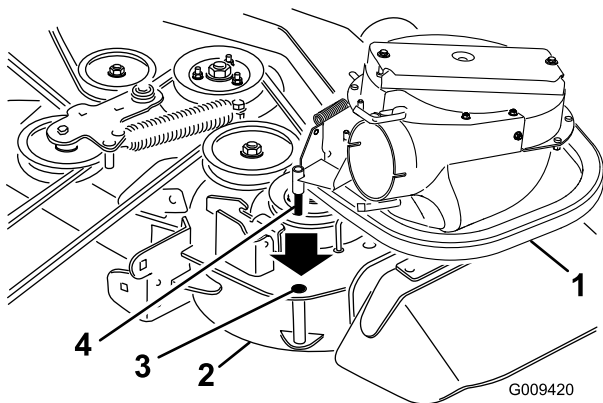
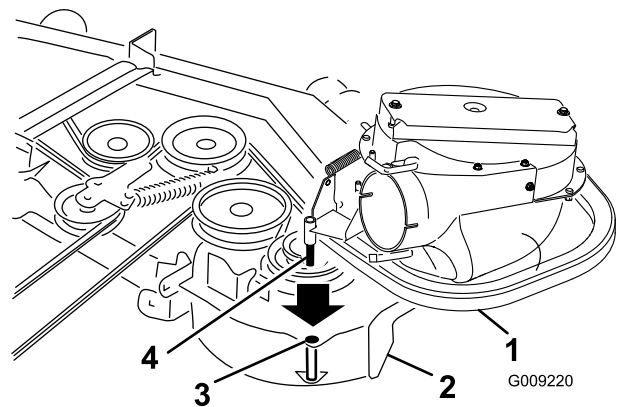

Figure 18
Figure 19
2. Insérez l'ergot du ventilateur dans le trou de pivot (Figure 18 ou Figure 19).